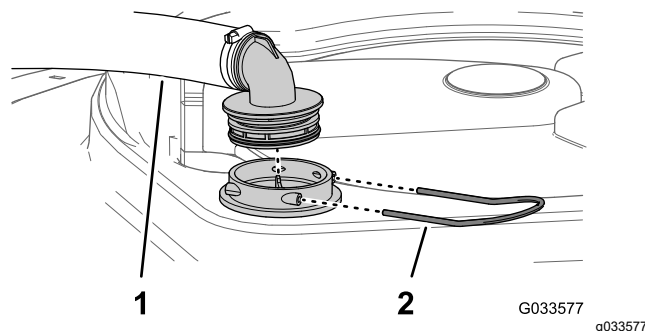

Bild 94
3. Nehmen Sie den Schlauch und das Schlauchanschlusstück vom Filtergehäuse ab (Bild 94).
2. Nehmen Sie oben am Sprühbehälter den Halter ab, mit dem das Schlauchanschlusstück befestigt ist, das am dicken Schlauch und dem Filtergehäuse angeschlossen ist (Bild 94).